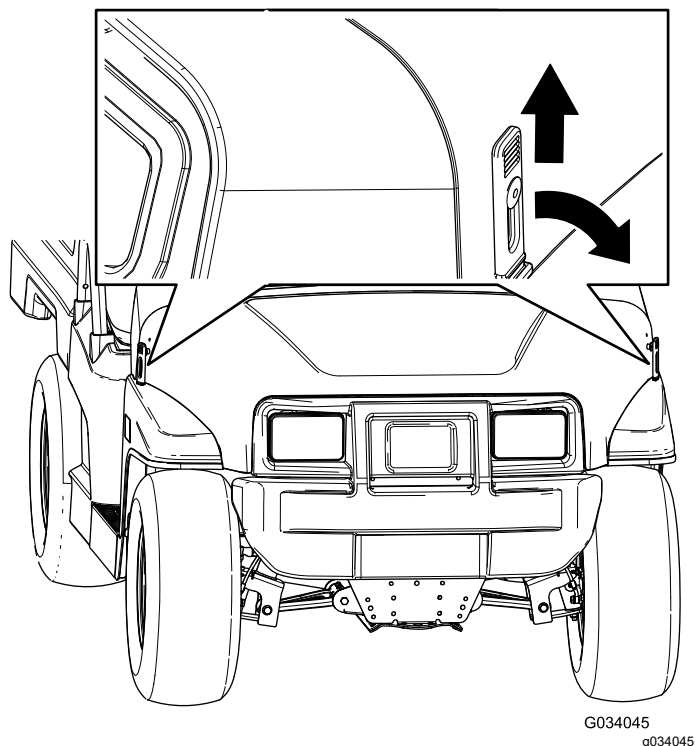

Figura 40
1. Sollevate la stegola dei fermi in gomma su ciascun lato del cofano (Figura 40).